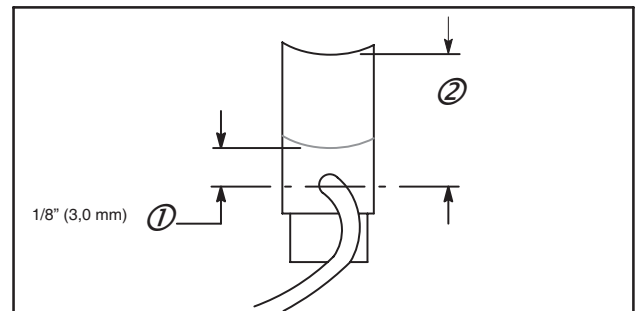

Fig. 45
11. Si les balais (1) sont usés et ne mesurent plus que 3 mm, il faut les remplacer, Fig. 45. Mesure des balais neufs (2).